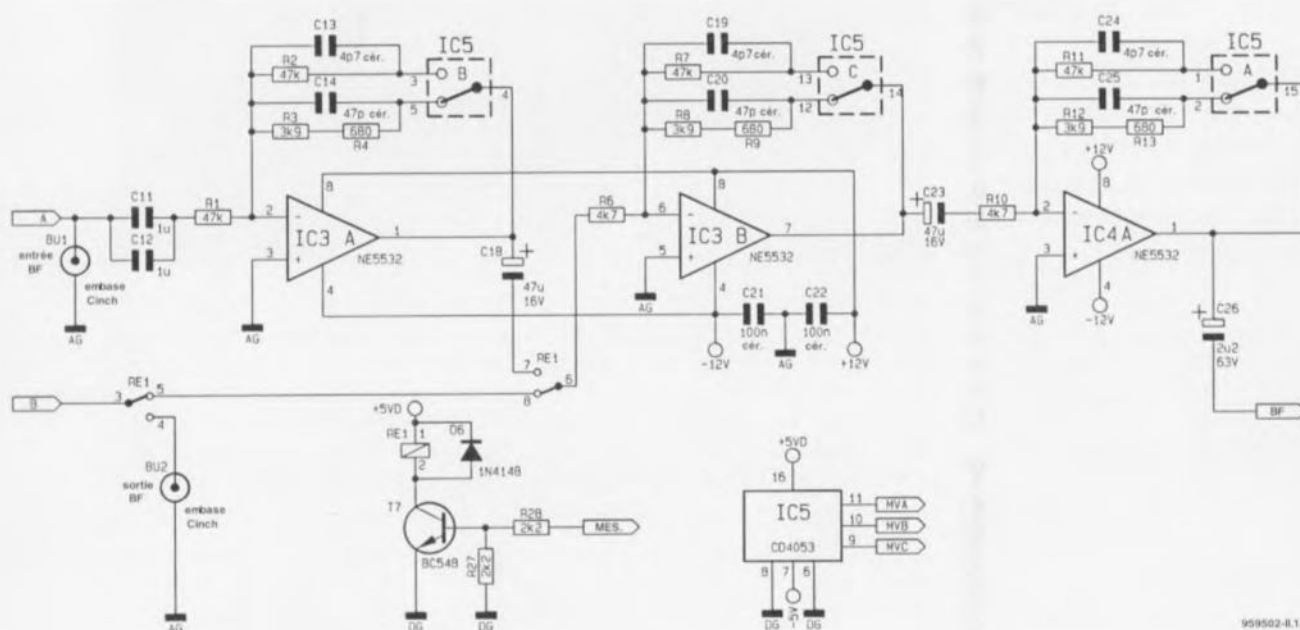

Figure 2. L'amplificateur de mesure d'entrée comporte 3 étages.
2. l'amplificateur de mesure d'entrée (figure 2),
L'étage suivant, le troisième donc, est parfaitement identique au second et possède donc les mêmes valeurs de gain. Le choix du gain à introduire s'effectue, dans le cas du troisième étage, par le commutateur IC5A. Dans la partie inférieure droite du schéma de la figure 2 on distingue